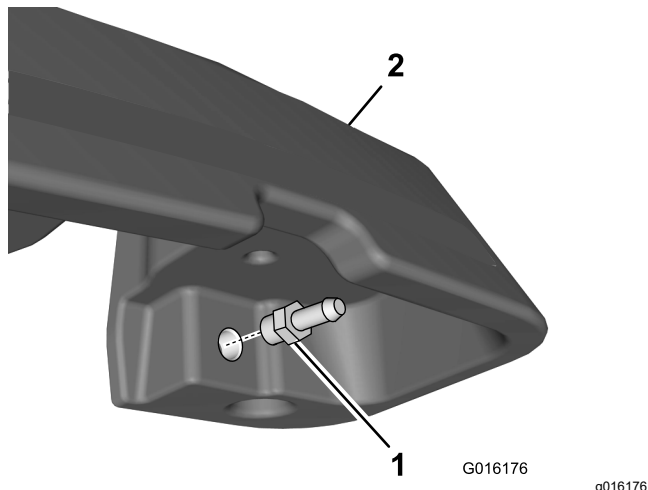

Figura 10
13. Installate il raccordo idraulico diritto nell'apertura sul lato inferiore del serbatoio del rivelatore di perdite (Figura 10).